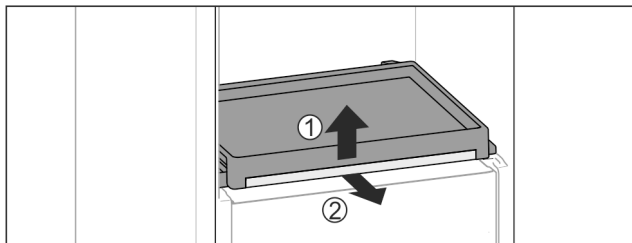

Fig. 113
- ▶ Выньте выдвижную панель со стеклянной панелью: Слегка приподнимите спереди стеклянную полку Fig. 113 (1) и потяните вперед Fig. 113 (2).